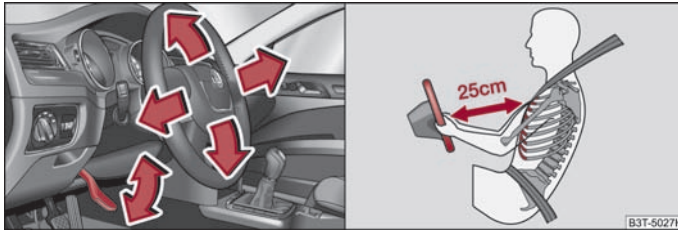

Abb. 127 Verstellbares Lenkrad: Hebel unter dem Lenkrad / Sicherer Abstand vom Lenkrad
- Schwenken Sie den Hebel unter dem Lenkrad nach unten ⇒ Abb. 127 - links ⇒ ⚠.
- Der Fahrer muss einen Abstand zum Lenkrad von mindestens 25 cm einhalten ⇒ Abb. 127 - rechts. Wenn Sie den Mindestabstand nicht einhalten, kann Sie das Airbag-System nicht schützen - Lebensgefahr!